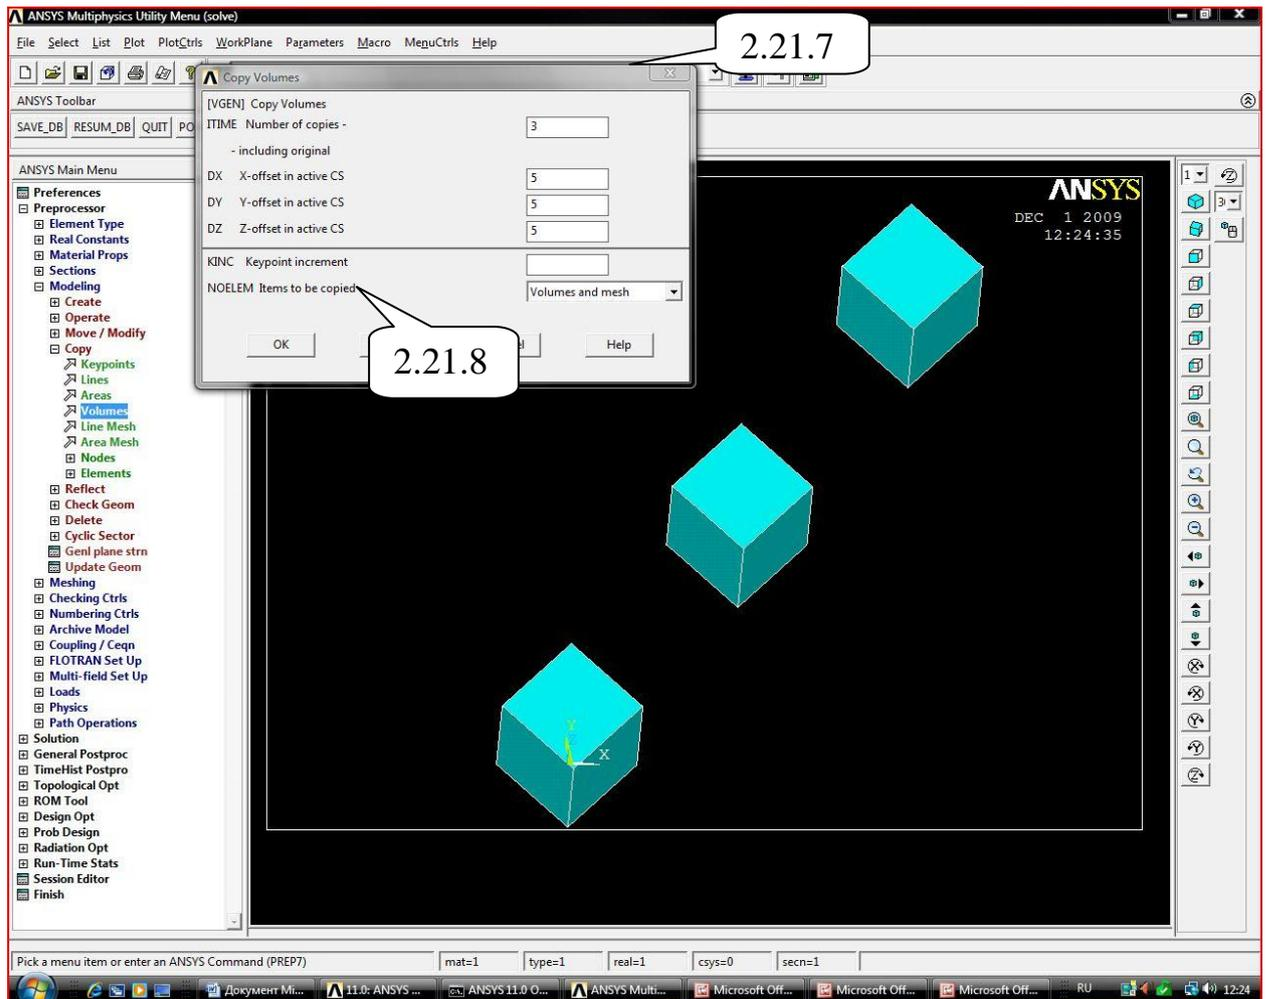

Рисунок 1.19 - Копирование объектов
2.21.7. Ввести: ITIME (число копий, включая оригинал) = 3; DX=5; DY=5; DZ=5 (пространственные смещения каждой последующей копии от предыдущей) (рисунок 1.19).